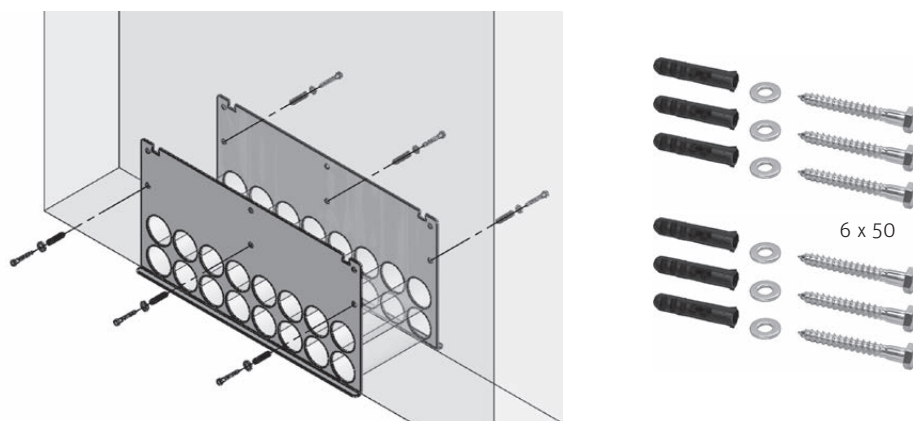

Fig. 19 Montage des passages de tuyau
- ▶ Fixer les deux passages de tuyau avec 3 vis de réglage 6 x 50 et leurs rondelles 6 – Fig. 19.